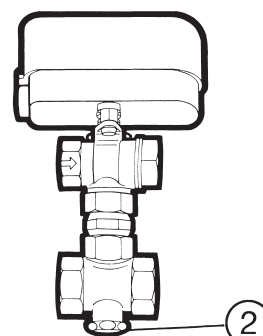

Fig. 5
Para el equilibrio hidráulico de la instalación debe regularse la pérdida de carga a través del detentor. (Fig. 5). Para ello, desenroscar el tapón protector (2), y con una llave allen de 8 mm girar el tornillo el número de vueltas necesario (véase los cuadros de pérdida de carga en función de las vueltas del tornillo y del caudal).
Pour l'équilibrage hydraulique de l'installation, la perte de charge doit être réglée à l'aide du détendeur. (Fig. 5). Pour ce faire, dévisser le bouchon de protection (2) et avec une clé allen de 8 mm, effectuer le nombre nécessaire de tours de vis (cf. les tableaux de perte de charge en fonction du nombre de tours de vis et du débit).
Para o equilíbrio hidráulico da instalação deve-se regular a perda de carga através do tê de by pass. (Fig. 5). Para esse efeito, desenroscar o tampão protector (2) e com uma chave allen de 8 mm rodar o parafuso o número de vueltas que fôr necessário (ver nos quadros o valor da perda de carga em função do número de vueltas do parafuso e do caudal).